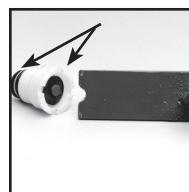

Figure 6
7. Une fois l'assemblage de la soupape enlevé, les plaques de clapet et les joints toriques peuvent être remplacés. La plaque de clapet du fond est maintenue en place par une cheville de retenue rouge. Poussez la cheville en place en utilisant une pince à long bec (Figure 6).
### Outil pour fig. 6